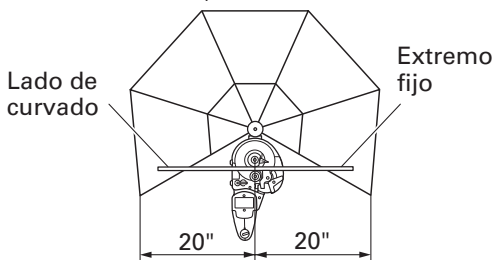

Fig. 19
- (1) Asegúrese de instalar el protector de desviación cuando curve una varilla con una longitud de curvado y una longitud de fijación de 20" (diámetro interior del protector de desviación) o menos (Fig.19).